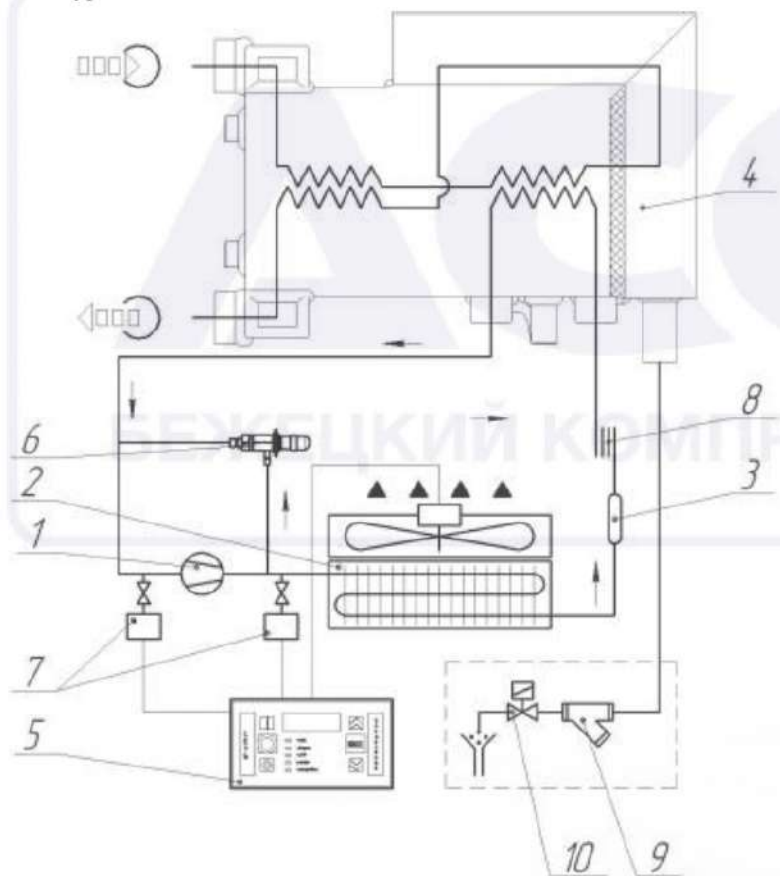

Рисунок 3 – Холодильный контур
4.1 Сушитель рис. 3 представляет собой конструкцию алюминиевого теплообменника, размещенного в блоке осушения 4. В первом контуре теплообменника из сжатого воздуха удаляется вода путем его охлаждения до температуры приблизительно  $+3^{\circ}\text{C}$  и удаления образующегося при этом конденсата. С целью предотвращения образования конденсата на наружной поверхности трубопроводов системы циркуляции, обрабатываемый сжатый воздух перед выходом его из осушителя подвергается предварительному подогреву. Для этого он прогоняется через второй контур теплообменника.
4.1.1 Компрессор 1 (рис. 3) является активным элементом осушителя и обеспечивает циркуляцию хладагента по холодильному контуру за счет сжатия паров хладагента от давления кипения до давления конденсации.
4.1.3 Устройство слива конденсата предназначено для удаления конденсата образующегося при охлаждении сжатого воздуха в блоке осушки. Устройство состоит из электромагнитного клапана 10 (рис.3) и сантехнического фильтра 9 (рис 3). Сигнал на управление электромагнитным клапаном подается блоком автоматического управления 5.
4.1.4 Регулятор производительности 6 (рис. 3) перепускает часть горячего газа (из количества нагнетаемого газа компрессором) в трубку полости между испарителем и всасыванием компрессора, поддерживая постоянным значение температуры/давления кипения фреона около  $+2\text{ }^{\circ}С$ . Такое перепускание газа полностью исключает образование льда внутри испарителя в полости сжатого воздуха при любых нагрузках.
4.1.7 Фильтр-осушитель 3 (рис. 3) размещается перед капиллярной трубкой, задерживает все технические загрязнения и пары влаги, исключая их циркуляцию и вступление в химические реакции